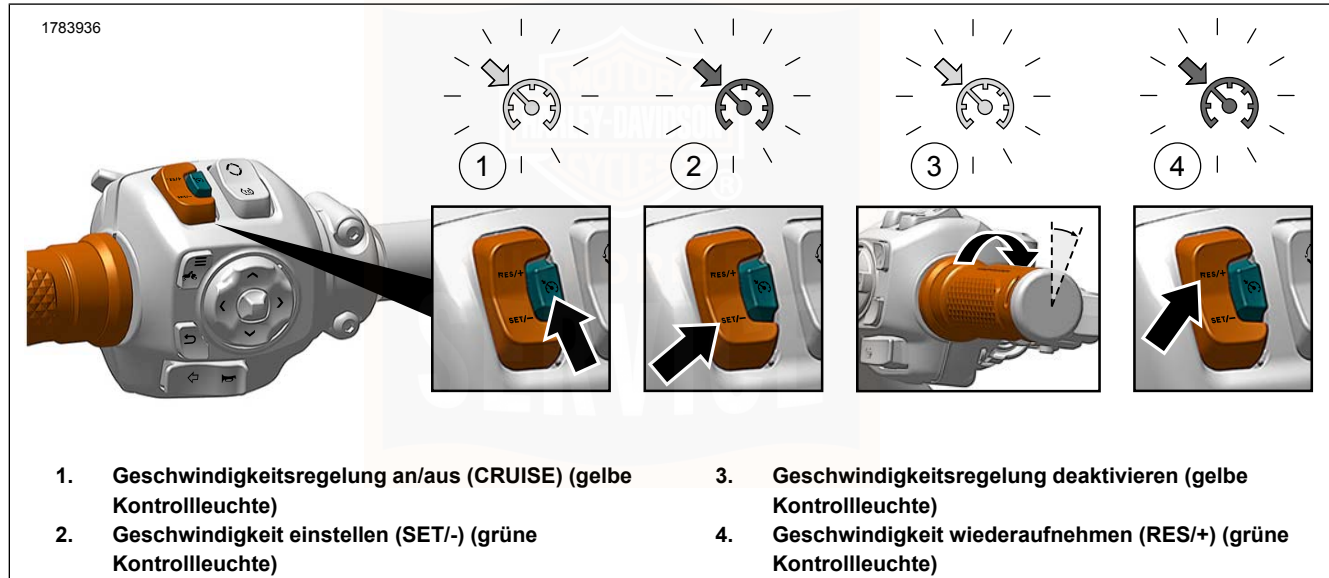

Abbildung 52. Geschwindigkeitsregelung (typisch)
Siehe Abbildung 52. Den Geschwindigkeitsregelungsschalter drücken, um die Geschwindigkeitsregelung (1) einzuschalten. Im eingeschalteten Zustand leuchtet das Symbol für die Geschwindigkeitsregelung in der Tachometer-Oberfläche gelb.
Siehe Abbildung 52. Wenn das Motorrad die gewünschte Geschwindigkeit erreicht hat, den Schalter „SET/-“ drücken, um die Reisegeschwindigkeit (2) einzustellen. Die Farbe des Geschwindigkeitsregelungssymbols wechselt von Gelb auf Grün und die eingestellte Geschwindigkeit wird angezeigt.
Siehe Abbildung 52. Um die Reisegeschwindigkeit zu verlassen, den Gasgriff über den Abrollschalter (3) in die geschlossene Stellung drehen.
Siehe Abbildung 52. Wenn die Geschwindigkeitsregelung deaktiviert wurde, die Geschwindigkeitsregelungs-Kontrollleuchte jedoch orange leuchtet, wird durch Drücken des Schalters „RES/+“, die Geschwindigkeitsregelung (4) wiederaufgenommen. Das Symbol leuchtet grün. Das Motorrad nimmt automatisch die zuvor eingestellte Reisegeschwindigkeit wieder auf.